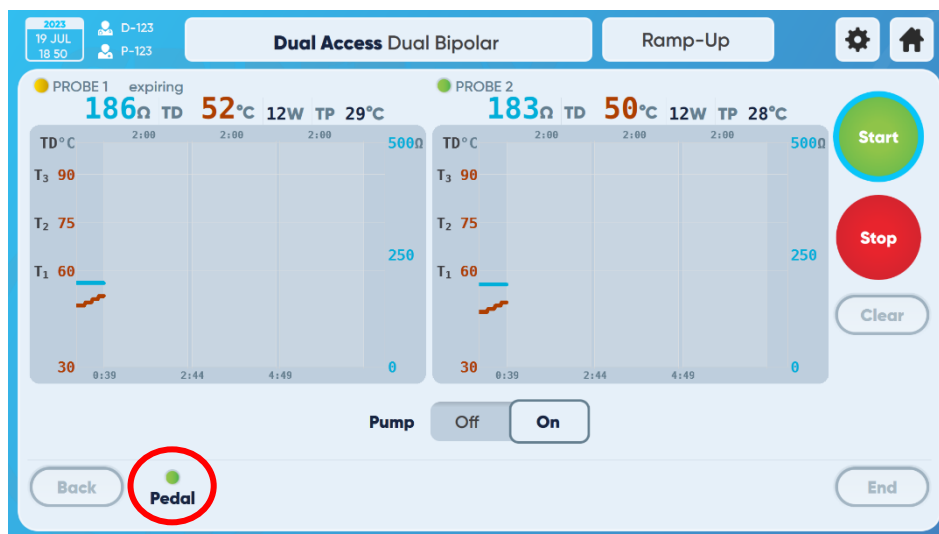

Figura 25 – Simbolo pedale su schermo generatore
3. Nel caso in cui sia stato selezionato il pedale o Touch + pedale, collegare il connettore del pedale alla porta del pannello posteriore del generatore (Figura 25). Se è selezionato il pedale di comando, un LED verde garantisce la connessione, mentre il LED rosso indica che non è collegato.